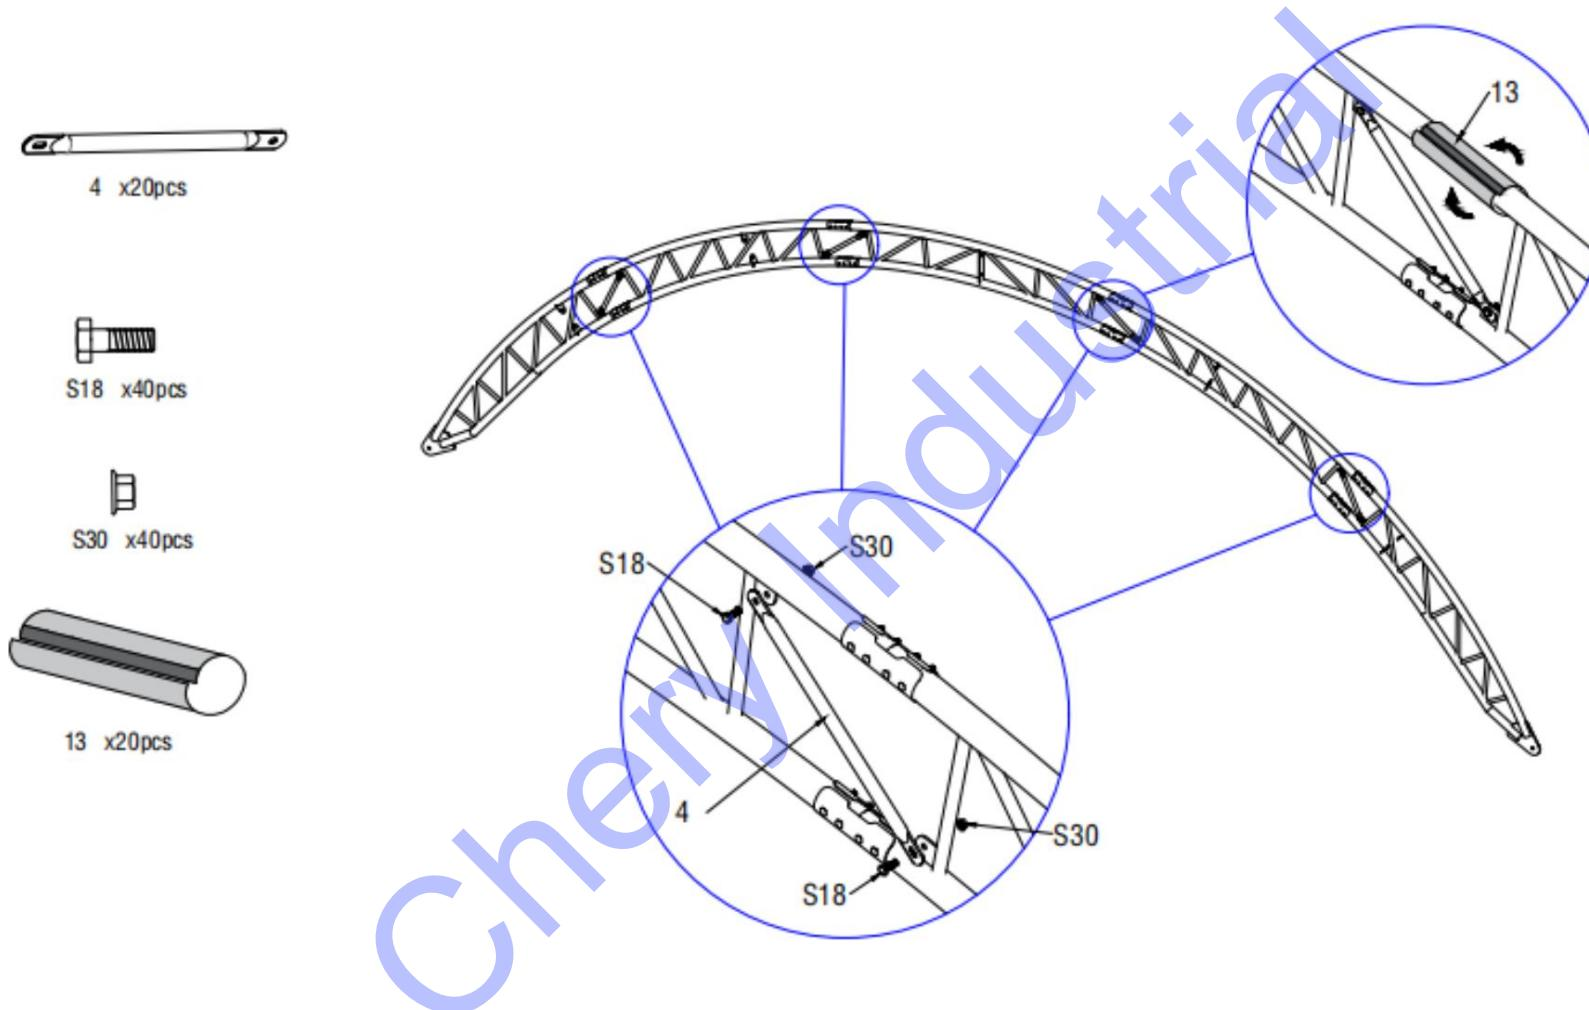

Figure 3
2.2 Comme le montre la figure 3, installez la sangle de support entre l'arche (n° 4) à l'aide du boulon M10x30 mm (n° S18). Placez ensuite le couvercle de protection en PVC sur l'extérieur de la connexion de l'arche pour protéger la couverture du toit des rayures causées par le joint extérieur.